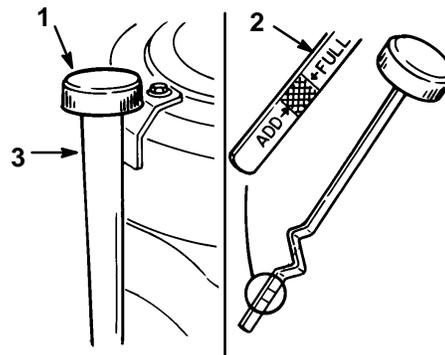

Figure 32
3. Nettoyer les abords de la jauge d'huile (Fig. 32) pour éviter l'introduction de saleté dans l'ouverture de remplissage, qui risquerait d'endommager le moteur.
4. Dévisser la jauge d'huile et bien essuyer l'extrémité métallique (Fig. 32).
5. Visser la jauge à fond dans le goulot de remplissage (Fig. 32), puis la dévisser à nouveau et lire le niveau d'huile sur l'extrémité métallique. Si le niveau est bas, verser lentement de l'huile dans le goulot de remplissage, juste assez pour amener le niveau au repère du plein ("FULL").
7. Verser lentement environ 80% du volume d'huile spécifié dans le goulot de remplissage (Fig. 32), puis contrôler le niveau d'huile, voir Contrôle du niveau d'huile, page 36, points 4 et 5.
5. Verser lentement environ 80% du volume d'huile spécifié dans le goulot de remplissage (Fig. 32), puis contrôler le niveau d'huile, voir Contrôle du niveau d'huile, page 36, points 4 et 5.